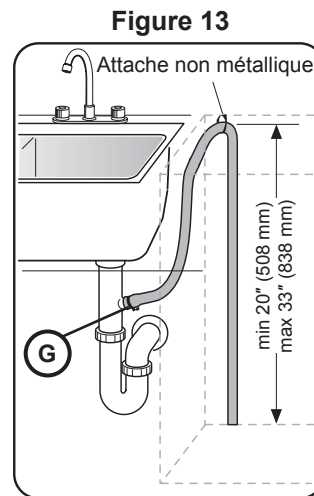

Figure 13
- 1 Directement sur le raccordement de vidange de lave-vaisselle sous l'évier, comme l'indique la **Figure 13**.